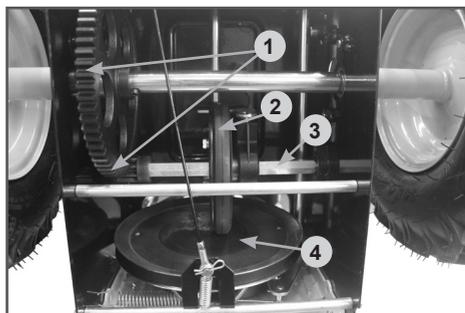

Рис. 35 Обслуживание трансмиссии
Если при нажатом рычаге включения хода снегоотбрасыватель не движется или при нажатии на рычаг включения хода слышны посторонние звуки, а регулировка длины троса включения хода не позволяет устранить проблему, возможно, фрикционное колесо 3 (Рис. 35) полностью изношено и его необходимо заменить.
4. Нанесите многоцелевую консистентную смазку CHAMPION EP-0 тонким слоем на шестигранный вал 3 фрикционного колеса и зубья шестерен 1 (Рис. 35).
Не допускайте попадания смазки на резиновое фрикционное колесо 2 и ведущий диск 4 (Рис. 35).